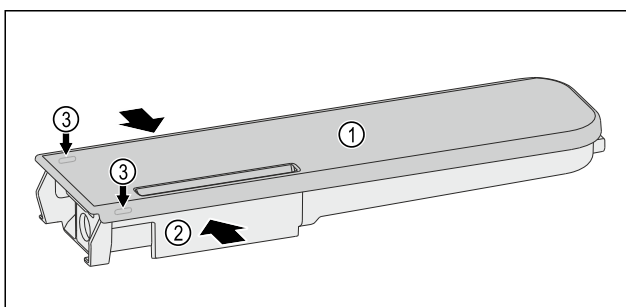

Fig. 138
- ▶ Wasserbehälter Fig. 138 (2) zusammendrücken und Deckel Fig. 138 (1) vorsichtig über die Rastnasen Fig. 138 (3) hebeln und hochziehen.
- ▶ Deckel Fig. 138 (1) leicht hin- und herbewegen und nach oben entnehmen.